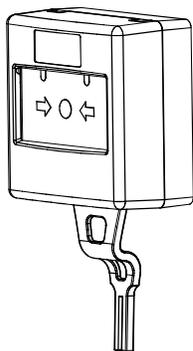

图 3
1. 用钥匙分开底座 (见图 3)。将钥匙保存在安全的地方。
1. 用钥匙分开底座 (见图 3)。